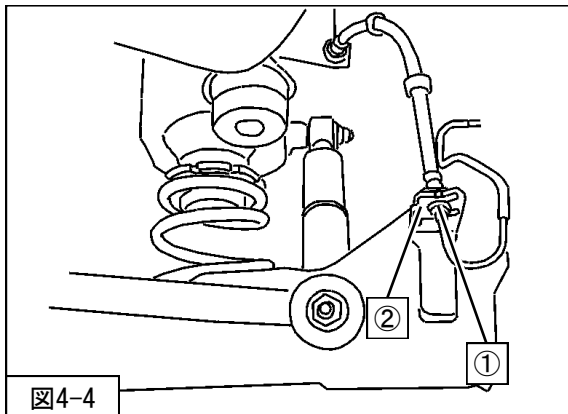

図4-4
6. ブレーキホース・ステーを取付け、②クリップを取付けてください。(図4-4)
7. ブレーキパイプ・ブレーキホースを取付け、①フレアナットを締付けてください。(図4-4)